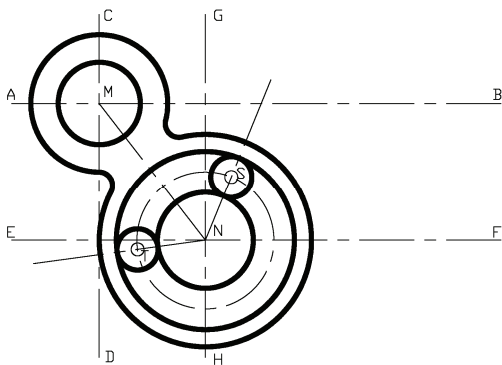

图 T4-6 绘制圆
(1) 采用画圆命令, 以 N 点为圆心, 绘制半径为 40 的圆, 并将该圆改到中心线层上。如图 T4-6。
(2) 以 S 点和 T 点为圆心, 以 12 为半径, 绘制两个圆。
(3) 以 N 点为圆心, 以半径 12 的圆和直线 NS 的交点到 N 点的距离为半径, 绘制两个圆, 结果如图 T4-6 所示。